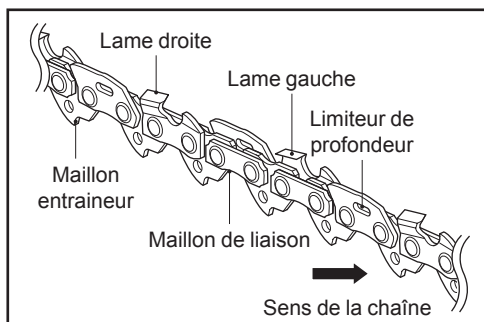

Fig. 47
2. La différence de hauteur entre la gouge et l'arête représente la profondeur de coupe. Lors de l'affûtage de la chaîne (20), garder à l'esprit les points suivants (Fig. 47).